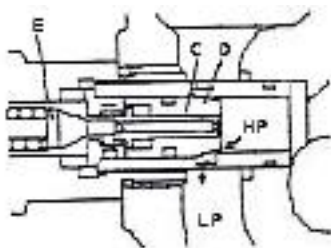

Рис. 2-52
(2) Действие предохранительного перепускного клапана (Рис. 2-52)